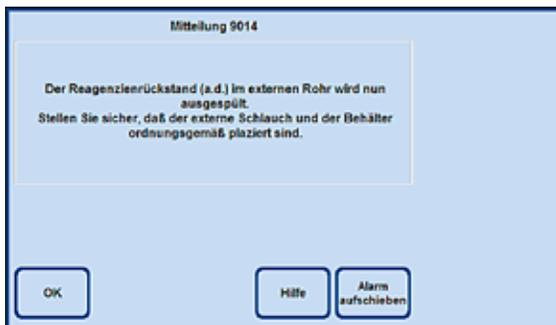

Abb. 167
- Die Beendigung des Prozesses wird in einem Hinweis-Fenster auf dem Bildschirm angezeigt (Abb. 167). Um weiter zu arbeiten, dies mit **OK** bestätigen.